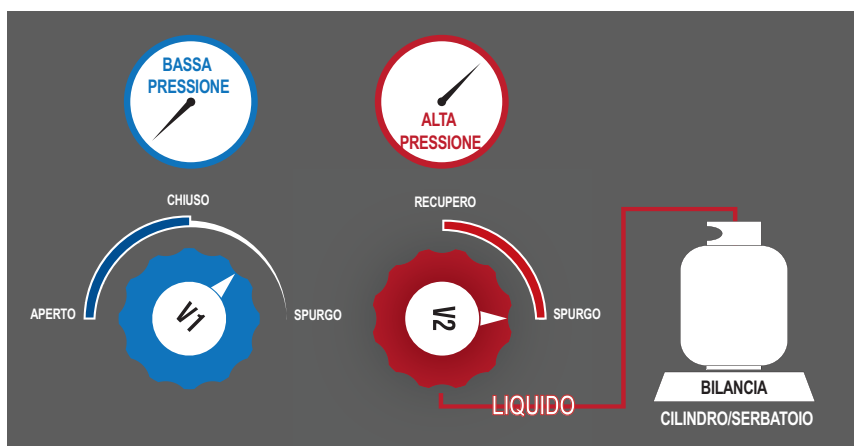

Figura 2 Procedura di spurgo
- 1 Mentre F6-DP-250 è spento, ruotare la valvola PURGE/RECOVER (spurgo/recupero - V2) su PURGE. **Vedere Figura 2.**